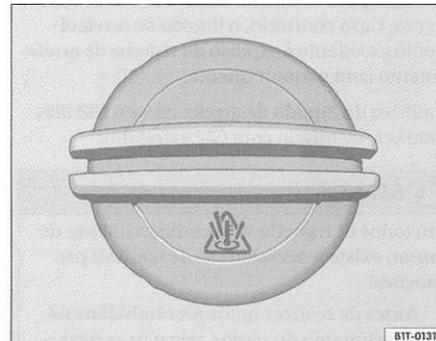

Fig. 101 Tampa do reservatório de expansão do líquido de arrefecimento
- Cubra a tampa do reservatório de expansão do líquido de arrefecimento => fig. 101 com um pano grosso e gire-a cuidadosamente =>